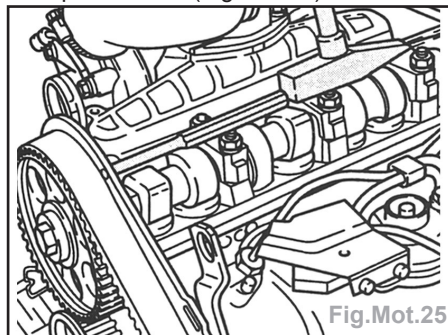

Fig.Mot.25
- Passer un mandrin à travers l'alésage de la protection arrière de courroie crantée et désolidariser du cône d'arbre à cames le pignon d'arbre à cames d'un coup de maillet (Fig.Mot.25).